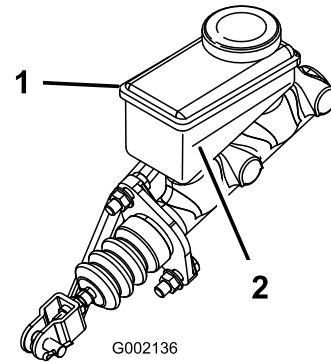

Figura 57
3. Mire el nivel de aceite en el lateral del depósito (Figura 57).
- B. Añada líquido de frenos DOT 3 al depósito hasta que el nivel esté por encima de la línea Mínimo (Figura 57).